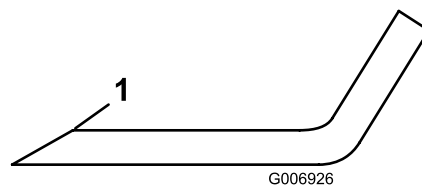

Figura 75
- Controllate i taglienti di tutte le lame. Affilateli se sono smussati o scheggiati, affilate solo la parte superiore del tagliente e mantenete l'angolo di taglio originale per garantire l'affilatura (Figura 75).